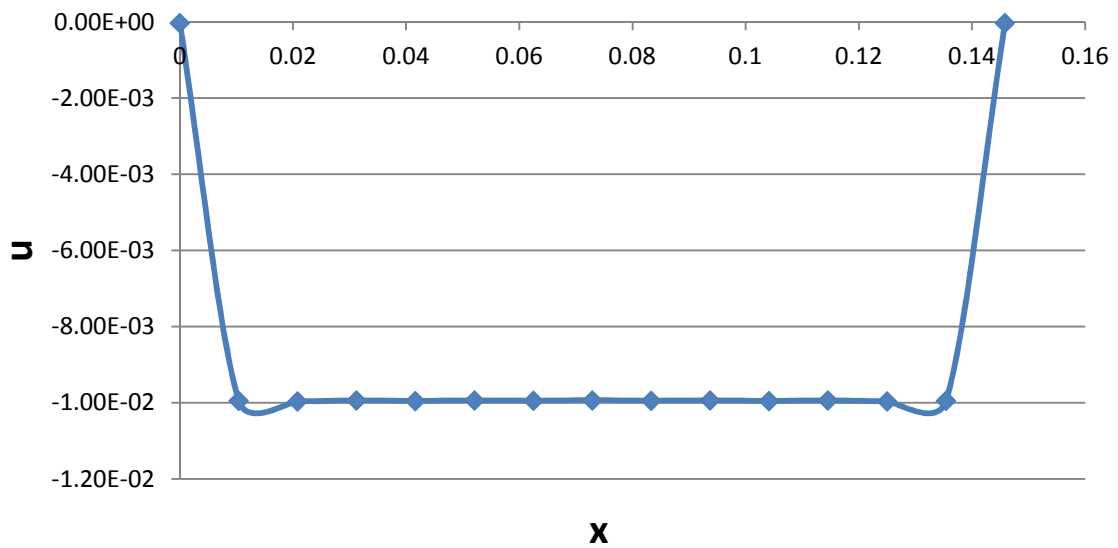

Рис. 6 График перемещений в зависимости от координаты  $u(x)$
- 3) Был построен график пластических деформаций в зависимости от координаты  $\varepsilon^p(x)$ . (Рис. 6)